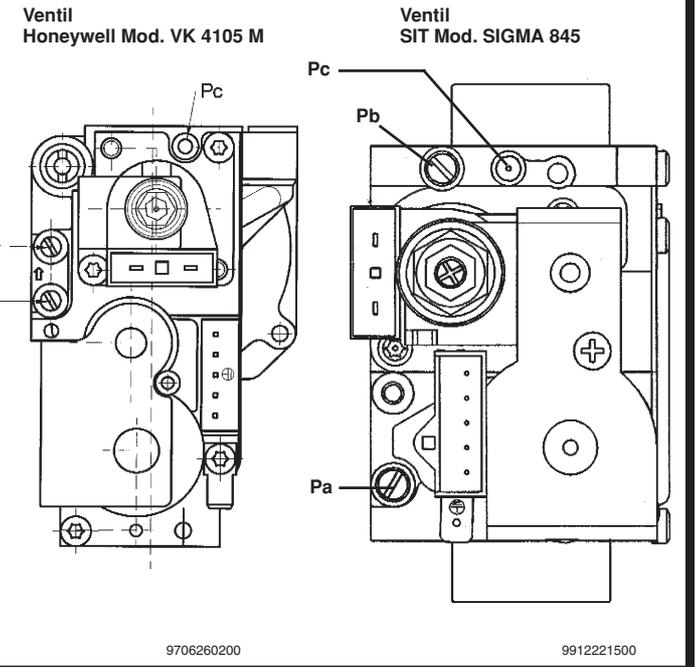

Abb. 9
Die Vorgangsweise zur Einstellung des Druckreglers ist je nach Art des verwendeten Gasventils (HONEYWELL oder SIT siehe Abbildung 9) etwas unterschiedlich.
- Den positiven Druckanschluss eines Wasser-Differentialmanometers am Druckanschluss (Pb) des Gasventils anschließen (Abbildung 9). Nur bei den raumluftunabhängigen Modellen den negativen Druckanschluss des Manometers an einem passenden "T-Stück" anschließen, das gestattet, den Kompensationsanschluss des Kessels, den Kompensationsanschluss des Gasventils (Pc) und das Manometer miteinander zu verbinden. (Eine gleichwertige Messung kann vorgenommen werden, indem das Manometer am Druckanschluss (Pb) und ohne die frontseitige Bedienblende der dichten Kammer angeschlossen wird);
- Prüfen, ob der am Druckanschluss (Pa) des Gasventils (Abbildung 9) gemessene dynamische Versorgungsdruck des Kessels korrekt ist (50 mbar für Flüssiggas, 37 mbar für Propan oder 20 mbar für Erdgas).